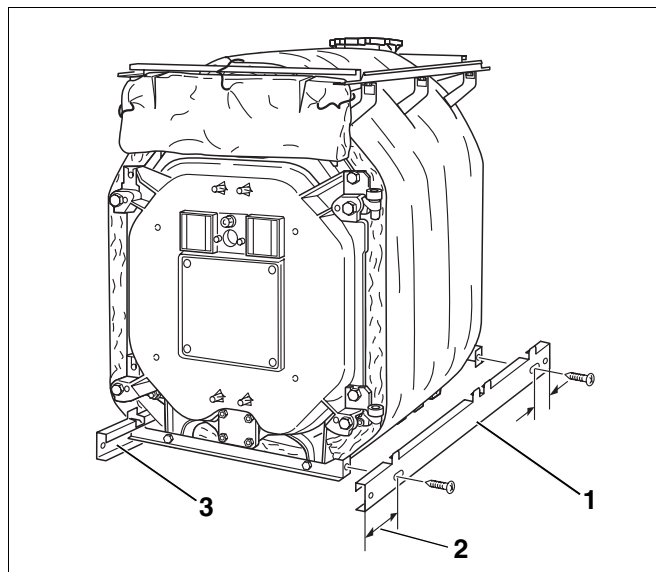

Fig. 47 Montarea șinelor laterale
- Șinele laterale (fig. 47, **poz. 1 și 3**) cu capătul lung spre față (fig. 47, **poz. 2**) se agață de șina transversală.